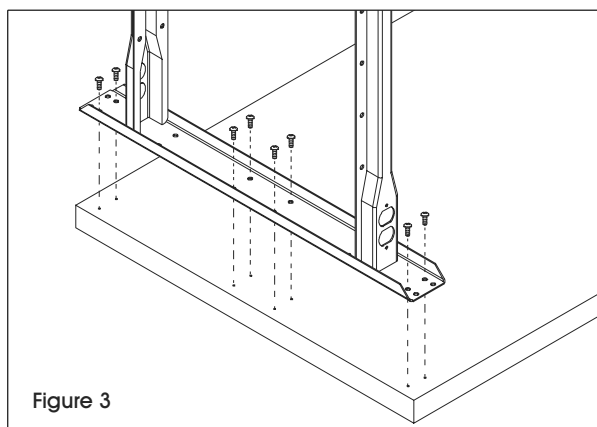

Figure 3
- À l'aide de 24 vis à bois, fixez les pieds au côté inférieur de la surface de table (5), par les trous prépercés. (Voir Figure 3)